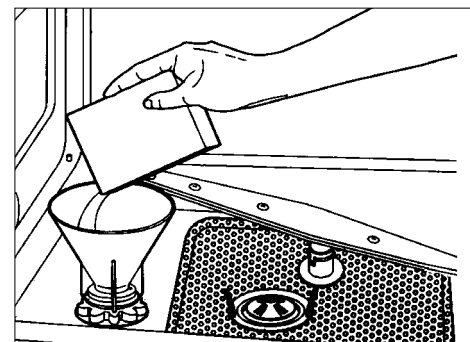

fig. 3
- Le réservoir à sel se trouve au fond et dans le bas du lave-vaisselle. Enlevez le panier du dessous et dévissez le bouchon du réservoir en tournant dans le sens contraire des aiguilles d'une montre ; versez le sel à l'aide de l'entonnoir fourni avec le lave-vaisselle (fig. 3).